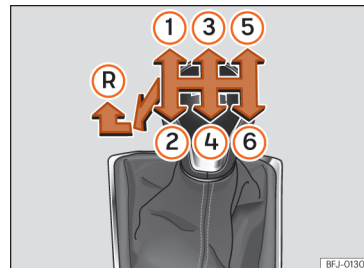

Abb. 168 Schaltschema des 6-Gang-Schaltgetriebes.
Auf dem Schalthebel sind die Positionen der einzelnen Fahrgänge dargestellt »» **Abb. 168**.
- Schalthebel auf Leerlauf stellen und nach unten drücken, ganz nach links und dann nach vorne schieben, um den Rückwärtsgang » Abb. 168 (R) einzulegen.